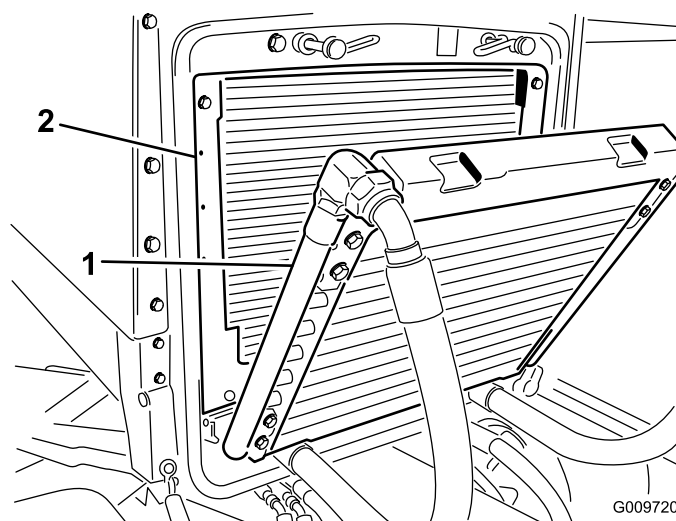

Figura 76
3. Incline o refrigerador de óleo para trás. Limpe ambos os lados do refrigerador do óleo e a zona do radiador (Figura 76) com ar comprimido. Comece a partir da parte frontal e sopre os detritos para fora na direcção da parte posterior. Depois, limpe a partir da parte posterior e sopre na direcção da parte frontal. Repita o procedimento várias vezes até remover toda a sujidade e detritos.